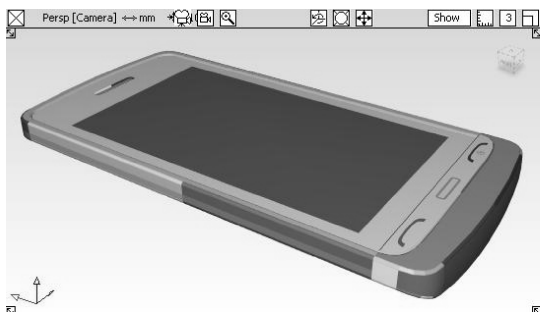

图 8-46 手机模型主体完成
- 53 至此，手机主体部分完成，着色显示，旋转查看，如图 8-46 所示。